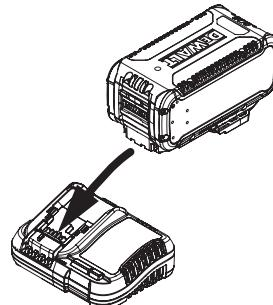

Figura 1
2. Conecte el cargador y el paquete de baterías (Figura 1), verificando que la batería esté perfectamente colocada. La luz (de carga) parpadeará continuamente indicando que ha comenzado el proceso de carga.